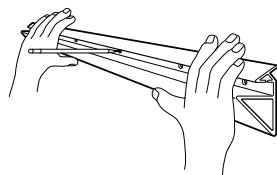

Figura 1
Paso 1: Determine la ubicación del estante y marque el orificio central a través del sopor como se muestra en la **Figura 1**.